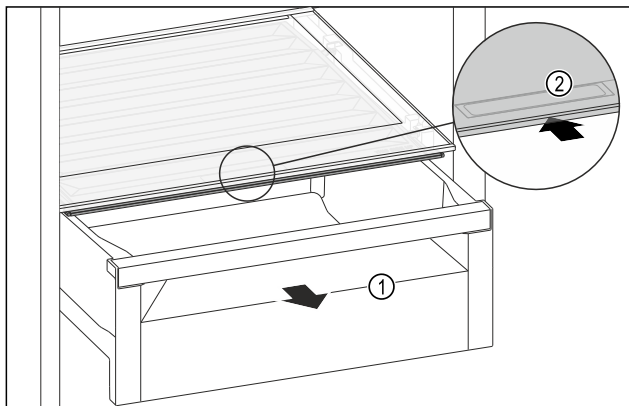

Fig. 138
- ▶ Schuifvak Fig. 138 (1) uittrekken.
- ▶ Greeplijst Fig. 138 (2) op het vakdeksel vastpakken en het vakdeksel gelijktijdig naar achteren schuiven.